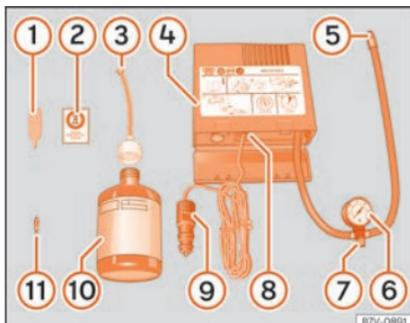

Fig. 84 Rappresentazione standard: contenuto del kit per la riparazione degli pneumatici.
Il kit per la riparazione degli pneumatici si trova nel sottofondo del bagagliaio. Include i seguenti componenti »» **fig. 84**:
Riavvitare il tubo di gonfiaggio »» **fig. 84** ⑤ e controllare la pressione con il manometro ⑥.